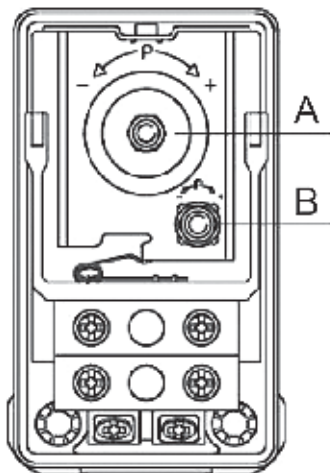

Рис. 6 Реле давления
Давление выключения должно быть ниже максимального рабочего давления насоса и бака. Удалите крышку реле давления, чтобы иметь доступ к регулировочным винтам (см. рис. 6).
1. Поверните винт (поз. А, рис. 6) по часовой стрелке, если хотите повысить давление выключения. Поверните винт против часовой стрелки, если хотите уменьшить давление выключения. Регулируемая разность давлений при этом остается неизменной.
1. Поверните винт (поз. В, рис. 6) по часовой стрелке, если хотите уменьшить давление включения. Поверните винт против часовой стрелки, если хотите повысить давление включения. Область регулирования разности давлений расширяется или сужается.